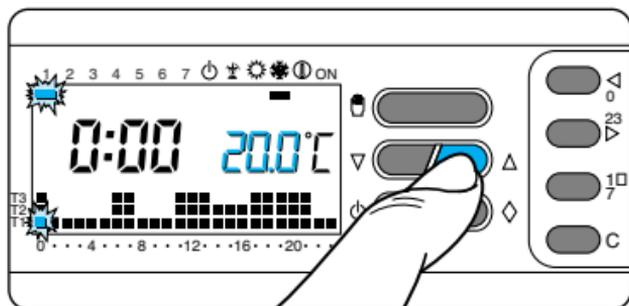

Fig. 40
8.4 -Mediante il pulsante ∇ oppure Δ (fig. 40) selezionare il livello di temperatura desiderato; premere quindi il